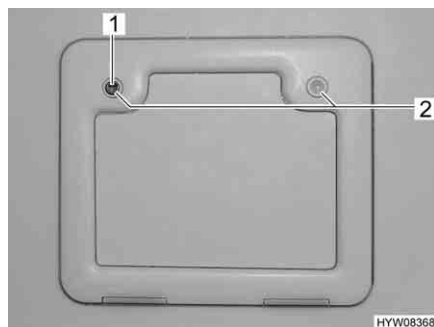

Fig. 7 Sportello esterno cassetta Thetford
- Inserire la chiave nel cilindro della serratura a pressione (Fig. 7,1) e ruotare di un quarto di giro.
- Premere contemporaneamente con i pollici entrambe le serrature a pressione (Fig. 7,2) e aprire lo sportello esterno.
- Inserire la chiave nel cilindro della serratura (Fig. 7,1) e ruotare di un quarto di giro.